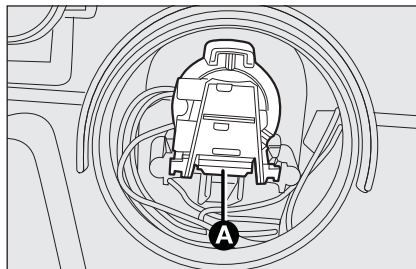

fig. 24
- ☐ premere sul dispositivo di bloccaggio **A**-fig. 24 ed estrarre il portalampada;